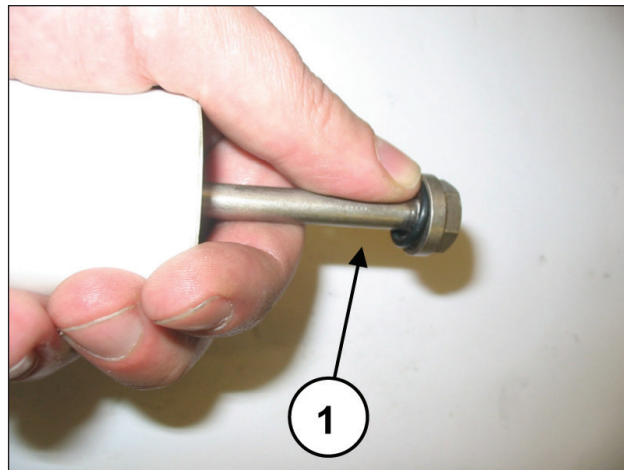

图46
每次拆卸时，都必须更换活塞组件的所有O形圈（图46，部件号①）。